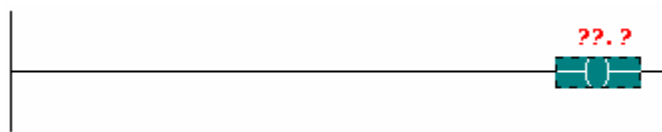

Рис.1.10
1) Поставьте в токовую цепь (сегмент) реле (катушку) (рис. 1.10). Для этого нажмите на кнопку